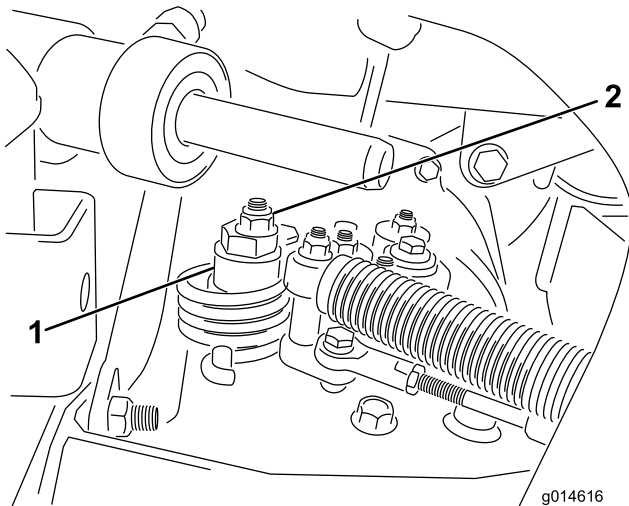

Bild 53
- A. Lösen Sie die Mutter, mit der der Exzenter oben am Hydrostat befestigt ist (Bild 53).
- C. Drehen Sie den Exzenter, bis kein Kriechen in jeder Richtung auftritt. Ziehen Sie die Schraube fest, wenn sich das Rad nicht mehr dreht, um den Exzenter und die Einstellung zu arretieren (Bild 53). Überprüfen Sie die Einstellung mit dem Gasbedienungshebel auf Langsam“ und auf Schnell“.